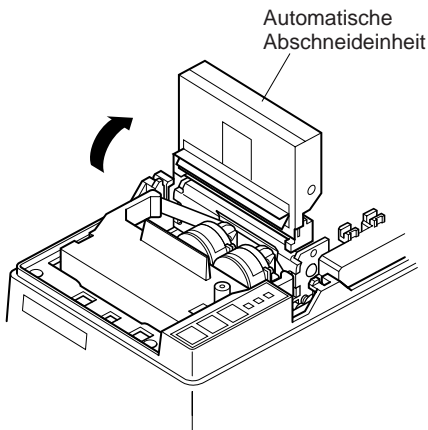

Abb. 2-9 Die automatische Abschneideinheit anheben (SP347)
⑥ Heben Sie die automatische Abschneideinheit an, und stellen Sie sie in senkrechte Stellung wie in der Abbildung 2-9 gezeigt.